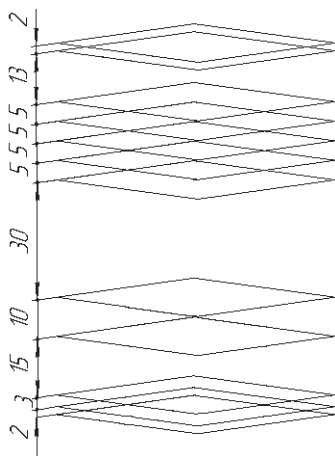

Рис. 259
- прервите команду –  (рис. 259);